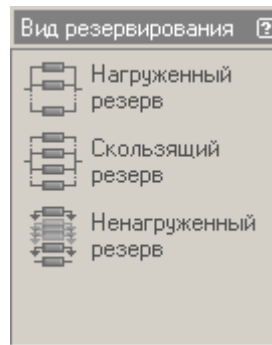

Рис. 3.5. Окно, отображающее вид резервирования
- Окно «Вид резервирования» (см. рис. 3.5.), в котором отображается вид резервирования.